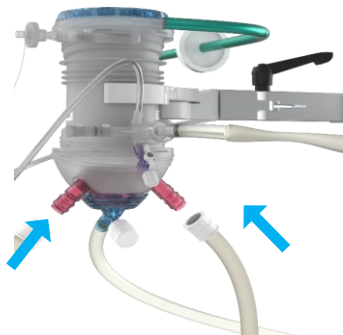

Figure 12 Raccordement du tubage thermique à l'oxygénateur
- Raccordez le tubage thermique à l'oxygénateur (Figure 12) à l'aide des connecteurs d'eau (Figure 6, élément 25). L'oxygénateur est équipé de deux connecteurs pour tubage thermique, l'un ou l'autre pouvant être utilisé pour l'entrée ou la sortie. Veillez à ce qu'un tube soit raccordé à l'entrée de l'unité thermique et l'autre à sa sortie (voir Figure 6).